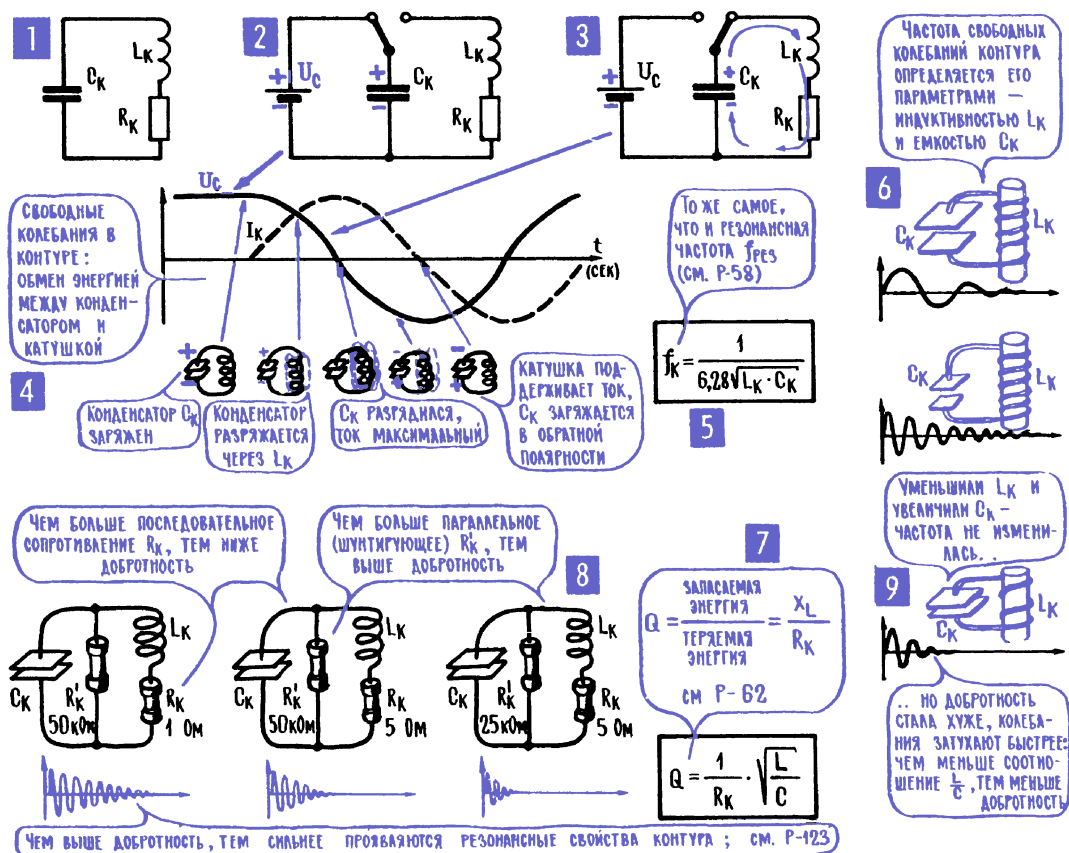
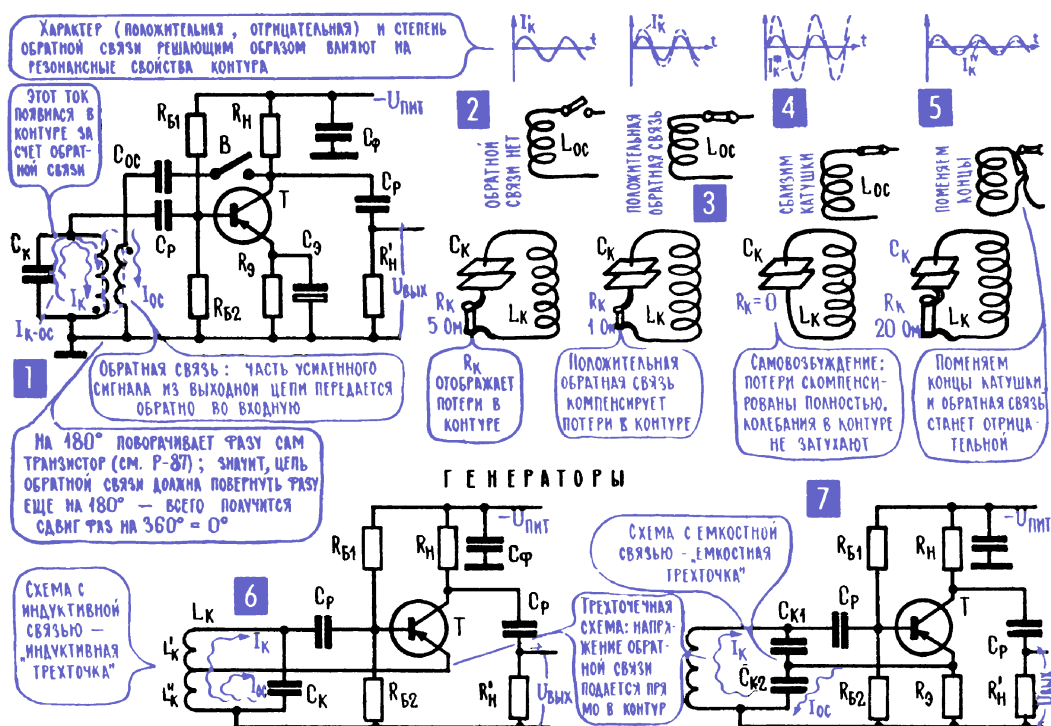

Рис. 11.1. Колебательный контур
Рис. 11.2. Генерация колебаний с помощью LC-контура
Колебательный контур – это электрическая цепь, состоящая из конденсатора C_k , катушки L_k и резистора R_k (рис. 11.1; 1). Правда, резистора как такового в контуре не бывает, и R_k отображает собственное сопротивление контура, в которое входит сопротивление катушки, потери энергии в конденсаторе, другие виды потерь и затрат. До сих пор мы встречали контур в
роли резонансного фильтра в цепи переменных токов (гл. 6; 24). А теперь извлечем его оттуда и посмотрим, что произойдет, если отделить контур от всех других электрических цепей и передать ему порцию энергии, например зарядив конденсатор (рис. 11.1; 2, 3) до напряжения U_c .
А произойдет, скорее всего, вот что. Конденсатор сразу же начнет разряжаться через катушку L_K , в контуре пойдет ток I_K , вокруг катушки появится магнитное поле. Когда разряд конденсатора закончится, ток в цепи не прекратится, его будет поддерживать ЭДС самоиндукции, которую создаст убывающее магнитное поле катушки. Для пустого разрядившегося конденсатора это будет зарядный ток, он зарядит конденсатор, но уже, конечно, в обратной полярности. И когда катушка завершит свою деятельность, когда ее магнитное поле исчезнет и перестанет действовать ЭДС самоиндукции, ток в цепи все равно не прекратится, его будет создавать разряжающийся конденсатор. Но это уже ток обратного направления, поскольку противоположна и полярность напряжения на конденсаторе (рис. 11.1; 4).
Частота свободных электрических колебаний в контуре зависит от его параметров – индуктивности L_k и емкости C_k , так же как частота свободных механических колебаний струны зависит от ее массы и гибкости (гл. 7; 5). Чем больше емкость конденсатора C_k и индуктивность катушки L_k , тем медленнее они накапливают и отдают энергию, тем медленнее происходит обмен энергией между этими накопителями, тем ниже частота свободных электрических колебаний (рис. 11.1; 5, 6). Причем частота переменного напряжения и переменного тока в контуре автоматически устанавливается именно такой, чтобы конденсатор и катушка получали одинаковые порции энергии. То есть частота получается такой, что емкостное сопротивление x_C и индуктивное x_L на этой частоте одинаковы. Из условия равенства сопротивлений $x_C = x_L$ легко найти точное значение частоты свободных колебаний – она получается такой же, как резонансная частота контура $f_{\text{рез}}$ (рис. 6.18; 1). Логичнее, пожалуй, сказать наоборот – резонансная частота $f_{\text{рез}}$ равна частоте свободных колебаний f_k .
То же самое мы уже наблюдали в колеблющейся струне, для нее была введена характеристика «добротность» Q , которая как раз и показывает, от чего зависит время жизни свободных колебаний (гл. 7; 6). Подобная характеристика – добротность Q – говорит и о том, насколько бережно относится к своим запасам энергии колебательный контур. Чем больше энергии при каждом перекачивании уходит в запас, в магнитное поле или электрическое поле и чем меньше энергии при каждом перекачивании превращается в тепло, тем больше добротность Q , тем дольше длятся свободные колебания в контуре (рис. 11.1; 7, 8).
лей, конденсатор или катушка. То, что достается резистору R_k , пропадает безвозвратно; то, что попадает реактивному сопротивлению L_k или C_k , остается в контуре. Поэтому и оказывается, что добротность контура – не что иное, как отношение реактивного сопротивления к активному – x_L к R_k (рис. 11.1; 7), или, что то же самое, x_C к R_k (поскольку $x_L = x_C$ на частоте f_k).
Сделав простейшие преобразования, можно получить выражение для добротности и увидеть, что она зависит от соотношения L_k и C_k (рис. 11.1; 9). Но даже без преобразований легко прийти к выводу, что добротность Q тем больше, чем больше L_k , и тем меньше, чем больше C_k . Потому что с увеличением L_k возрастает реактивное сопротивление x_L , которое отбирает энергию у ненасытного R_k , отбирает с тем, чтобы вскоре вернуть в контур. А с увеличением C_k емкостное сопротивление x_C уменьшается, конденсатор забирает себе меньше энергии. Более того, приходится еще и L_k уменьшать, чтобы при увеличении C_k сохранить неизменной.
Таблица 11.1. Некоторые значения резонансной частоты LC-контура в зависимости от значений L и C (см. рис. 11.1; 5)
Зависимость добротности Q от L_k и C_k накладывает серьезные ограничения на выбор параметров контура. Конечно же, частота свободных колебаний f_k в равной мере зависит и от L_k и C_k : одну и ту же частоту можно получить при самых разных соотношениях индуктивности и емкости, подобно тому как одну и ту же площадь прямоугольника можно получить при разных соотношениях его сторон. Если в несколько раз увеличить L_k и во столько же раз уменьшить C_k , то частота f_k не изменится. Можно как угодно менять эти параметры, лишь бы только сохранялось неизменным произведение $L_k \cdot C_k$, которое и определяет частоту f_k . Но если нужно не просто получить ту или иную частоту электрических колебаний, а получить ее при высокой добротности контура, то соотношение L_k и C_k уже далеко не безразлично – нужно стараться, чтобы индуктивность контура была побольше, а емкость поменьше (рис. 11.1; 9).
Маятник часов и качели подсказывают тактику получения незатухающих электрических колебаний в контуре: полностью ликвидировать потери и затраты энергии нельзя, но их можно скомпенсировать, если извне вводить в контур энергию, которая перекроет все виды потерь и затрат. Для этого достаточно сделать усилитель с положительной обратной связью, например такой, как на рис. 11.2; 1. В этой схеме контур $L_k C_k$ включен в цепь базы и затухающее переменное напряжение на контуре есть не что иное, как усиливаемый сигнал. А в коллекторную цепь включена нагрузка R_n и еще один, новый элемент – катушка обратной связи L_{oc} . Она связана с контурной катушкой L общим магнитным полем, и через этот трансформатор часть «мощной копии» из коллекторной цепи, то есть с выхода усилителя, подается на его вход, поступает в базовую цепь.
Для самовозбуждения прежде всего нужно, чтобы сигнал, поступающий на вход из коллекторной цепи, поддерживал колебания в контуре (рис. 11.2; 3, 4), а не мешал им (рис. 11.2; 5), что, в принципе, тоже возможно.
Иными словами, нужно, чтобы собственный переменный ток в контуре I_k и ток I_{oc} наведенный катушкой обратной связи, действовали бы в фазе. В схеме рис. 11.2; 1 выполнить это условие – условие фаз – очень просто, нужно лишь правильно включить катушку L_{oc} . При налаживании генератора, добиваясь самовозбуждения, просто переворачивают одну из катушек «вверх ногами». А если это неудобно, то меняют местами концы катушки L_k или концы катушки L_{oc} . При переворачивании катушки или смене ее концов фаза тока I_{oc} наведенного в L_k , поворачивается на 180° , и если токи I_k и I_{oc} ранее действовали в противофазе, они начинают работать согласованно. А это как раз и значит, что сигнал, попавший в контур по каналу связи, восполняет энергию, которую съедает R_k , и как бы уменьшает его.
Но для самовозбуждения нужно не просто уменьшить R_k , а уменьшить его до нуля, полностью скомпенсировать потери в контуре. А значит, нужно выполнить еще одно условие – условие связи, передать в контур энергию не только в нужной фазе, но еще и в нужном количестве. В генераторе на схеме рис. 11.2; 1 выполнить условие связи тоже несложно – нужно сближать катушки L_{oc} и L_k или, в крайнем случае, увеличить число витков катушки обратной связи.
8. В трехточечных схемах генераторов напряжение обратной связи снимается с части контура. Схема генератора рис. 11.2; 1 называется схемой с трансформаторной обратной связью. Есть два совершенно равноправных варианта такой схемы. В одном случае контур включается в базовую цепь (в реальных схемах транзистор обязательно подключается лишь к части контура, иначе низкое входное сопротивление транзистора сильно зашунтирует контур; рис. 11.1; 8), а катушка обратной связи – в коллекторную. А во втором варианте, наоборот, в коллекторной цепи находится контур, выполняющий здесь роль нагрузки, а катушка обратной связи включена во входную цепь. События в обеих схемах, как и вообще во всех генераторах, разворачиваются одинаково. Первый же толчок тока, например при включении питания или из-за того, что на базу попал лишний электрон, – и в контуре начинаются свободные колебания, которые благодаря обратной связи оказываются незатухающими. Схемы с трансформаторной обратной связью очень популярны и весьма удобны. Единственное, что, пожалуй, можно поставить им в упрек, так это дополнительную катушку L_{oc} .
В некоторых генераторах отдельная катушка обратной связи не нужна, в них сигнал обратной связи снимается с части колебательного контура. Это так называемые трехточечные схемы, в них транзистор подключен к контуру тремя точками – эмиттером, базой и коллектором (в ламповых генераторах – катодом, сеткой и анодом). В зависимости от того, откуда берут напряжение обратной связи – с катушки или конденсатора, – различают трехточечные схемы с индуктивной (рис. 11.2; 6) или с емкостной обратной
связью (рис. 11.2; 7). В обеих этих схемах условие фаз выполняется в том случае, если эмиттер подключен к средней части контура, а коллектор и база – к его краям. А выполнение условия связи связано с тем, какая часть контурной емкости или индуктивности подключена к участку база–эмиттер.
время как в других схемах нужно одновременно производить два переключения (например, переключать верхний конец катушки и отвод обратной связи в схеме рис. 11.2; 6).
9. RC-генератор: необходимый поворот фазы постепенно осуществляют цепочки из конденсаторов и резисторов. Обратную связь в генераторах называли положительной потому, что она поддерживает изменения сигнала на входе, помогает ему. Но, в принципе, возможна еще и отрицательная обратная связь, когда сигнал, поступивший с выхода усилителя на его вход, действует против основного, главного входного сигнала, мешает ему (рис. 11.2; 5). Отрицательная обратная связь вскоре станет для нас предметом серьезных раздумий и тонких экспериментов (гл. 12; 15, 16), а пока отметим лишь одно: если с коллектора подать сигнал прямо на базу, то обратная связь получится именно отрицательной. Потому что когда «минус» на базе увеличивается, на коллекторе «минус» уменьшается, то есть коллекторное напряжение, попав на базу, будет действовать против собственного напряжения на базе¹. Или, короче, напряжение на базе и напряжение на коллекторе противофазны. А отсюда еще одна формулировка условия фаз: для получения положительной обратной связи при передаче сигнала из коллекторной цепи в базовую нужно повернуть фазу этого сигнала на 180° . Коллекторное напряжение само по себе сдвигается на 180° относительно базового, и дополнительный поворот на 180° доведет общий сдвиг фаз до 360° , то есть на целый период. А это значит, что никакого сдвига фаз не будет: «свое» напряжение на базе и та помощь, которая придет на базу по цепи обратной связи, будут действовать согласованно.